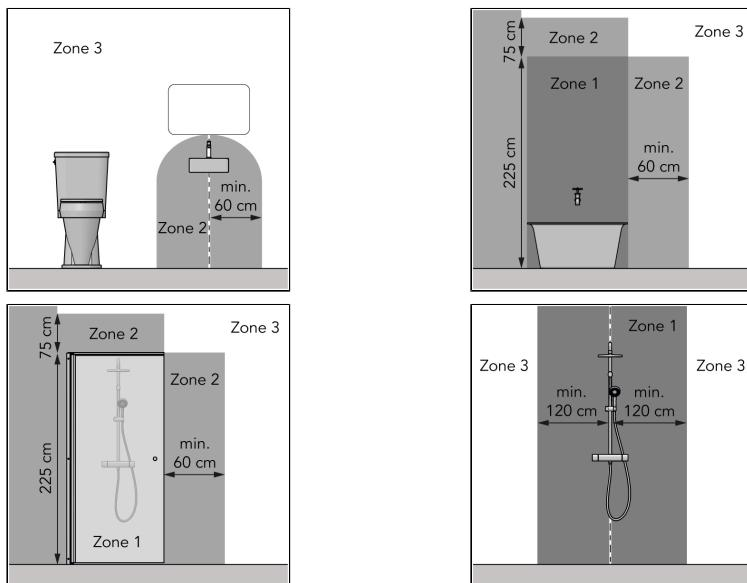

Figure 31.
- in Zone 3 eines Toilettenraums oder Badezimmers mit Badewanne, Dusche mit Abschirmung und Dusche ohne Abschirmung, siehe Figure 31;